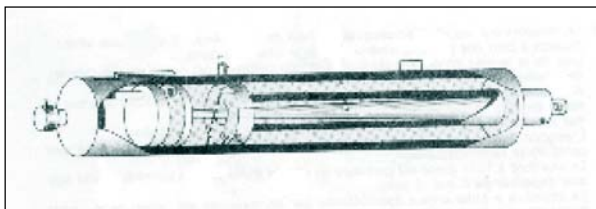

Fig 4-19. Freios de recuo
**a. O mecanismo de recuo** (Fig 4-19) - Composto de 2 (dois) cilindros de freios localizados um de cada lado do canhão. Os freios de recuo freiam a massa recuante do canhão. O recuo normal se situa entre 270 e 280 mm, devendo ser controlado pelo Aux At através do bloco de controle localizado no lado esquerdo da culatra. O freio de recuo contém 4 (quatro) litros de óleo hidráulico anticorrosivo.